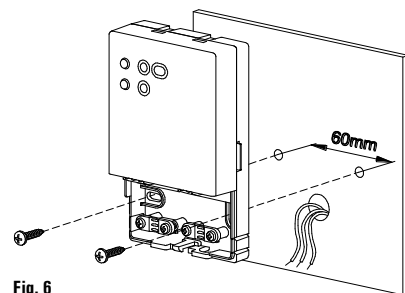

Fig. 6
- 5 Monter pladen på væggen ved hjælp af de to skruer med en afstand af 60 mm fra centrum til centrum (anvend de medfølgende skruer og/eller dyvlør) - Fig. 6.